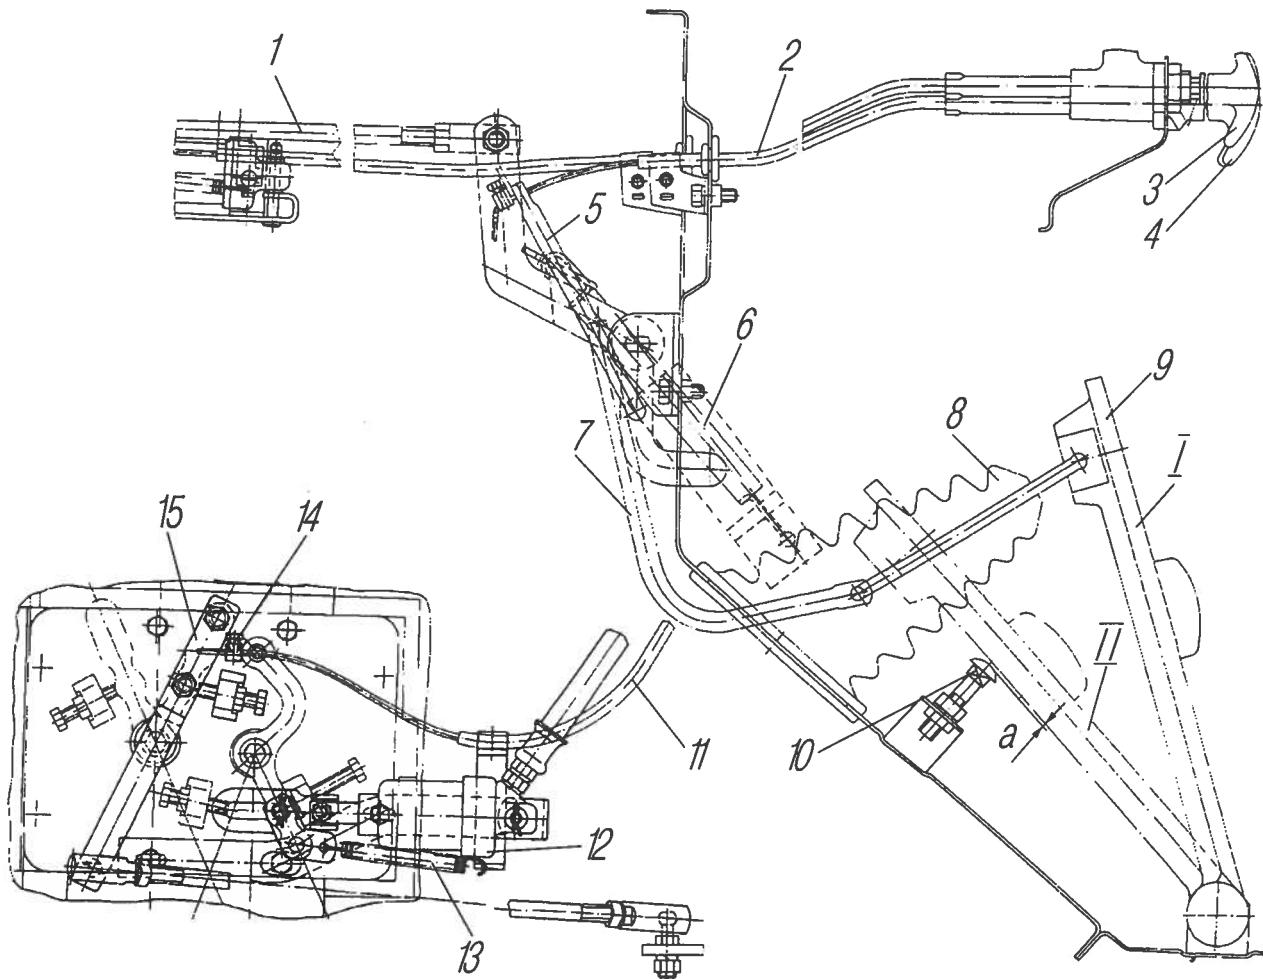

Рис. 22. Привод управления подачей топлива и ручного останова двигателя:
**Привод управления подачей топлива и ручного останова двигателя (рис. 22)**